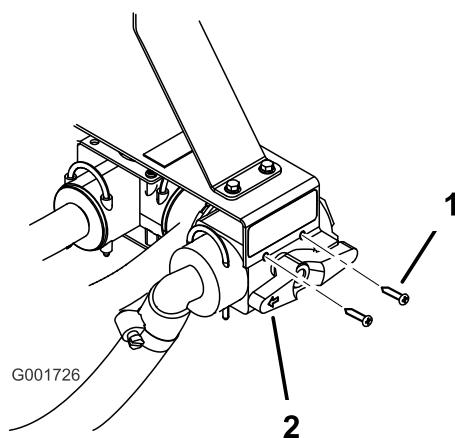

Bild 11
8. Befestigen Sie das neue Regelventil mit zwei Schrauben an der Halterung (Bild 11).